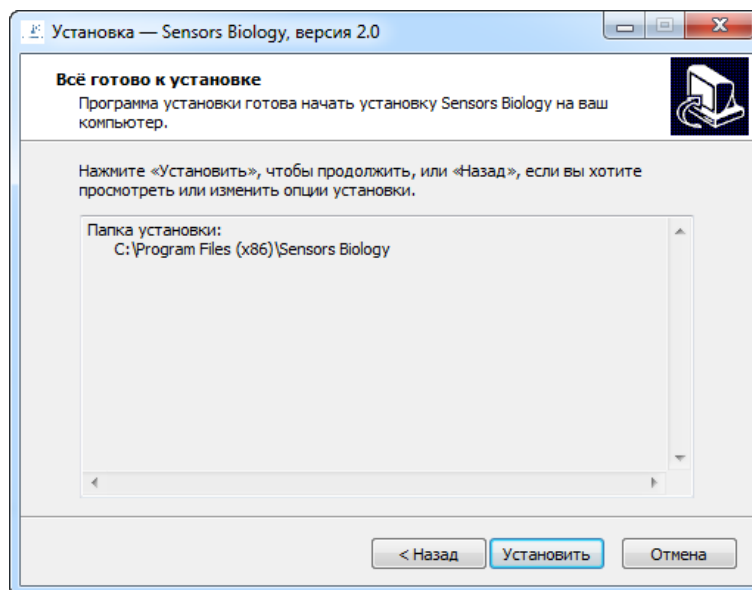

Рисунок 2.4
2.3.3.5 В открывшемся диалоговом окне нажмите **"Установить"** (рисунок 2.4).